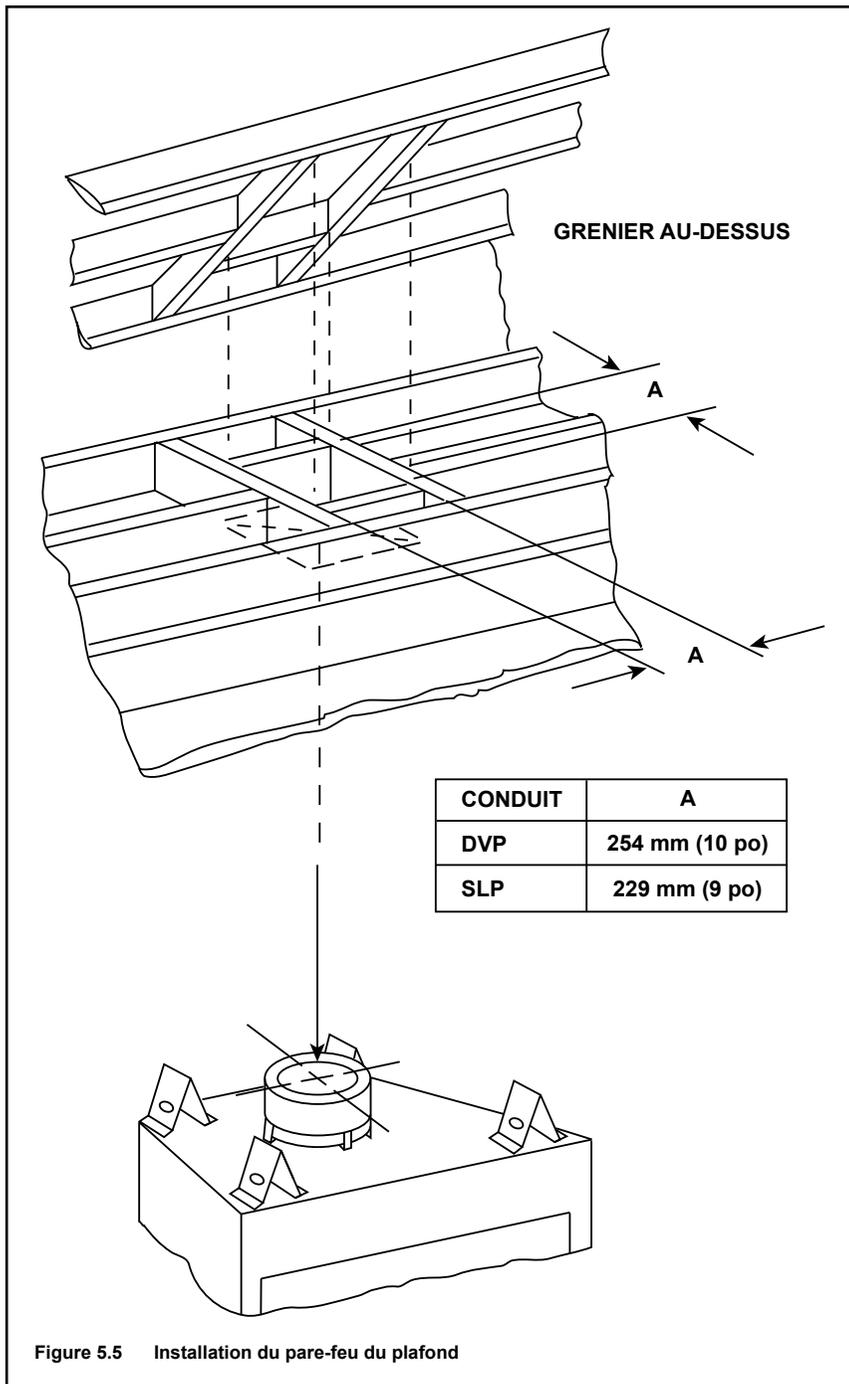

Figure 5.5 Installation du pare-feu du plafond
- **Conduit SLP seulement** – Ouverture d'un cadre de 229 x 229 mm (9 po x 9 po) quand le conduit d'évacuation traverse un plancher/plafond (voir la figure 5.5).